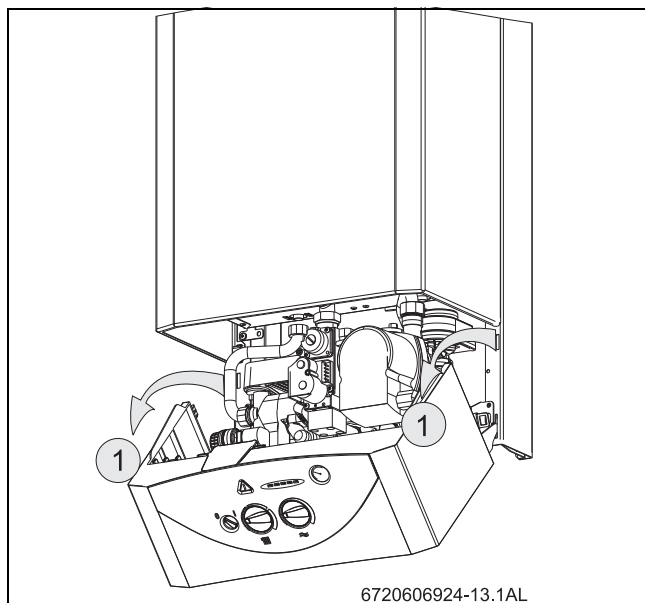

Fig. 29 Posição de serviço para ajustes do gás
- ▶ Desligar o interruptor principal (O) do aparelho.
- ▶ Baixar o painel de comandos para a posição de serviço (ver Fig. 29).
- ▶ Desapertar o parafuso obturador (3) e ligar o manómetro de tubos em U à união de pressão.